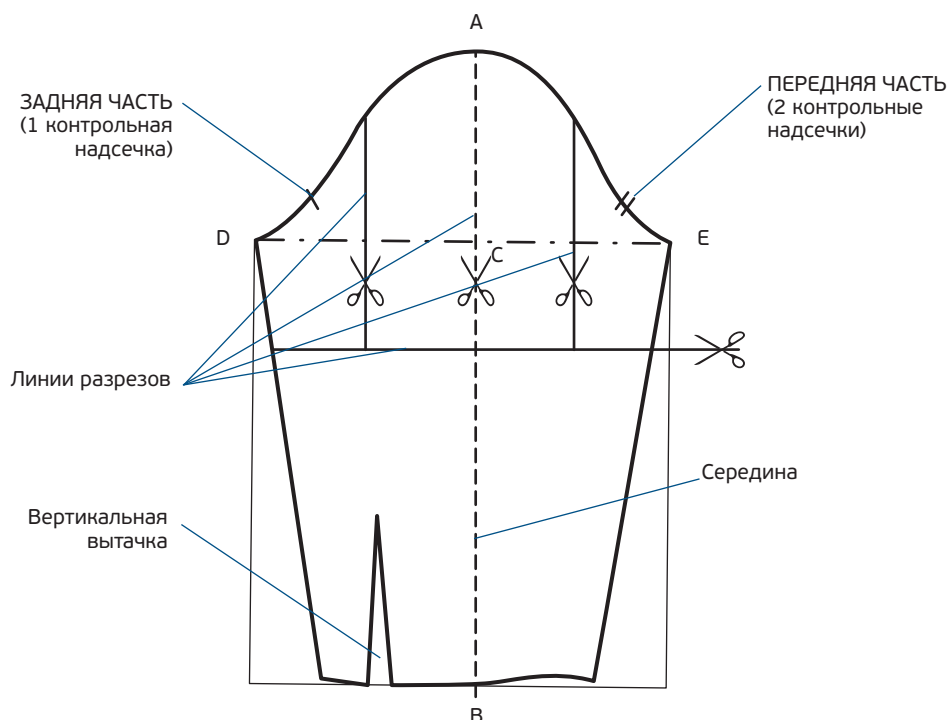

РИС. 1
Нанесите на выкройку линии вертикальных разрезов, затем обозначьте горизонтальную линию разреза примерно в 10 см ниже линии нижней точки проймы (DE) (рис. 1).